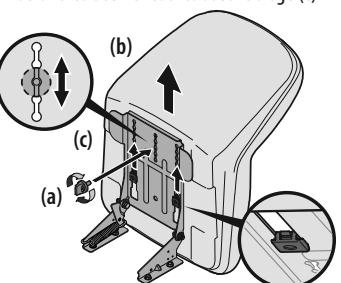

Figure 4
- Faites glisser le siège (b) vers l'arrière dans le support de pivotement (c) en alignant la fente centrale du support avec le trou libre sur la base du siège (b). Voir Figure 4.